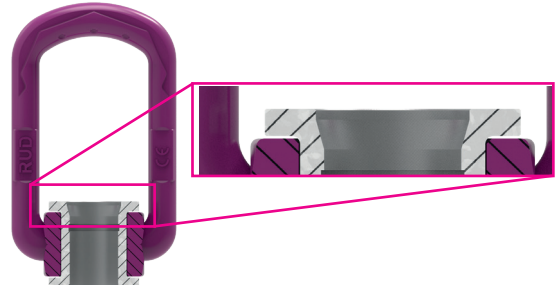

Bild 8: VLBG-PLUS i tvärsnitt. Det sneda införandet syns i den övre bussningen
1. Sätt i skruven i den bussning som är utförd med sned införing (se Bild 8).